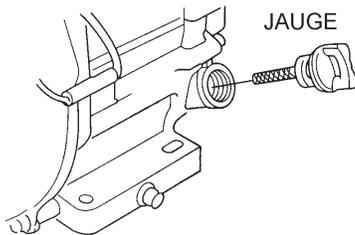

Figure 4. Démontage de la jauge de niveau d'huile du moteur
2. Enlevez la jauge qui est sur le trou de remplissage d'huile de moteur (Figure 4) et essuyez pour qu'il soit propre.